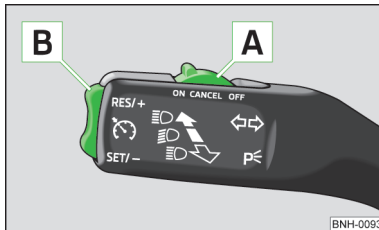

Abb. 102
- Den Schalter » Abb. 102 in Stellung **ON** stellen.
- Den Schalter » Abb. 102 in Stellung **OFF** stellen.
- Die Wippe in der Position **SET/-** » Abb. 102 auf Seite 113 drücken.
- Die Wippe in der Position **RES/+** » Abb. 102 auf Seite 113 drücken.
Die gespeicherte Geschwindigkeit kann durch Drücken der Wippe in der Position **SET/-** » Abb. 102 auf Seite 113 verringert werden.
Die Geschwindigkeitsregelanlage wird **vorübergehend abgeschaltet**, indem der Schalter **A** » Abb. 102 auf Seite 113 in die gefederte Position **CANCEL** bzw. das Brems- oder Kupplungspedal gedrückt wird.